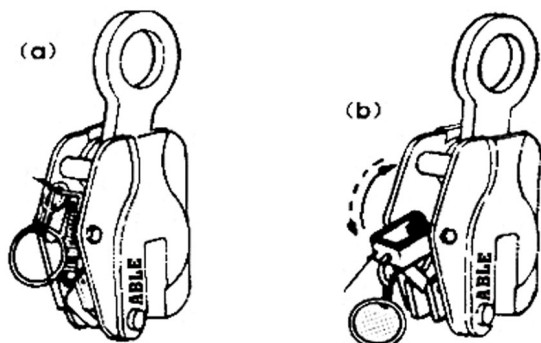

Рис. 3 Положение фиксирующего рычага
3. Допускается поднимать лист, как на приведенном рис. 3, при условии. Что угол $\beta \leq 45$ градусов . При угле $\beta \leq 30$ градусов рабочая грузоподъемность захватов составляет 0,7 от номинальной, при угле $\beta \leq 45$ градусов не более 0,5 от номинальной.
1. Для предотвращения самопроизвольного открывания захвата в его конструкции предусмотрен рычаг который имеет два положения положение (рис. 3): а) рычаг закрыт и грузовой прижим захвата зафиксирован, положение б) рычаг открыт и грузовой прижим захвата незафиксирован. Перемещение рычага в разные положения осуществляется вручную с помощью кольца.
2. Переведите рычаг в положение б рис. 3, установите лист до упора в зев захвата, и зафиксируйте прижим, переведя рычаг в положение а).
4. Запрещается поднимать грузы захватом при открытом рычаге (положение б) на рис.3).